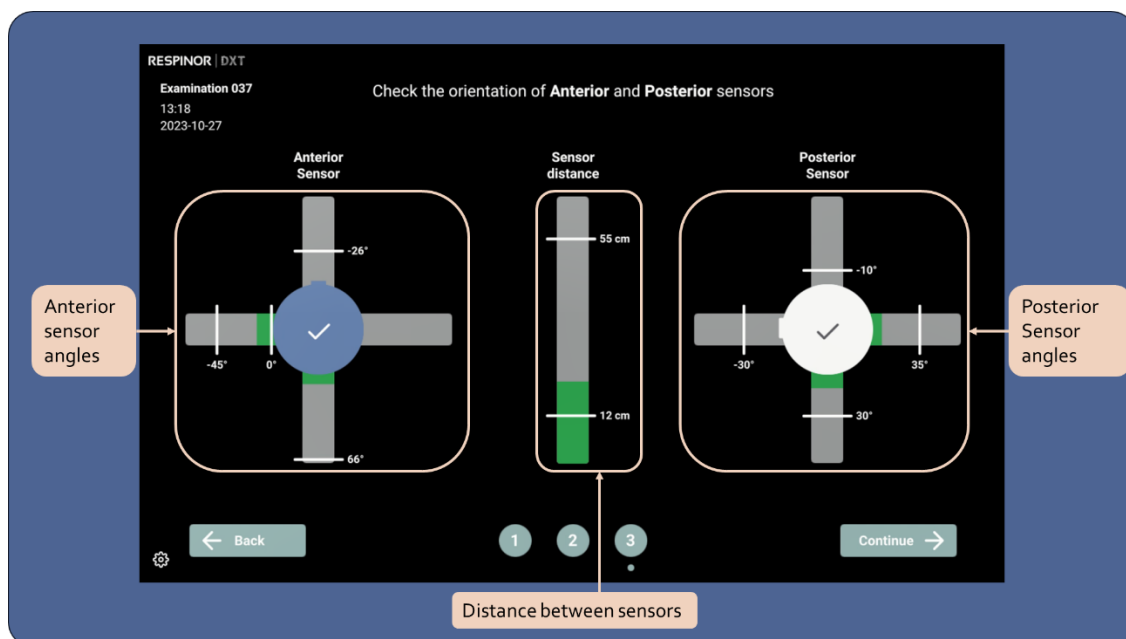

Figura 7. Esempio di orientamento corretto dei sensori e distanza tra i sensori.
La schermata interattiva Sensor Positioning (Posizionamento del sensore) visualizza gli angoli dei sensori anteriore e posteriore e la distanza tra di essi per facilitare il posizionamento accurato dei sensori (Figura 7).
- Orientamento e distanza corretti dei sensori: **gli assi sono verdi** e sullo schermo viene visualizzato il simbolo (✓) (Figura 7).